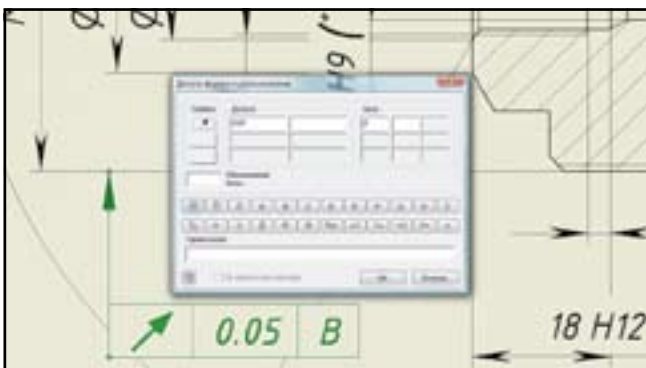

Рис. 11. Допуски формы и расположения
- ▶ **Допуски формы и расположения.** Для нанесения соответствующих обозначений используется редактор "Допуск форм и расположения", реализованный в соответствии с ГОСТ 2.308-79 (рис. 11).